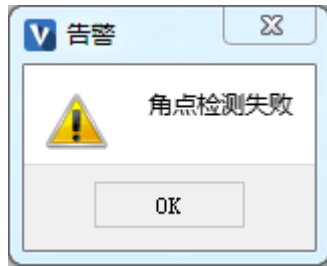

图 4-4 “角点检测失败”告警提示窗
4. 触发角点检测寻找角点。切换到“姿势”面板进行触发角点检测，需要触发每个姿势下的角点检测，可通过表 4-2 中的 3 种触发方式完成触发角点检测。若弹出如图 4-4 所示的“角点检测失败”的告警提示窗，则需要调整拍照参数、标定板位置或检测区域后再次触发角点检测。